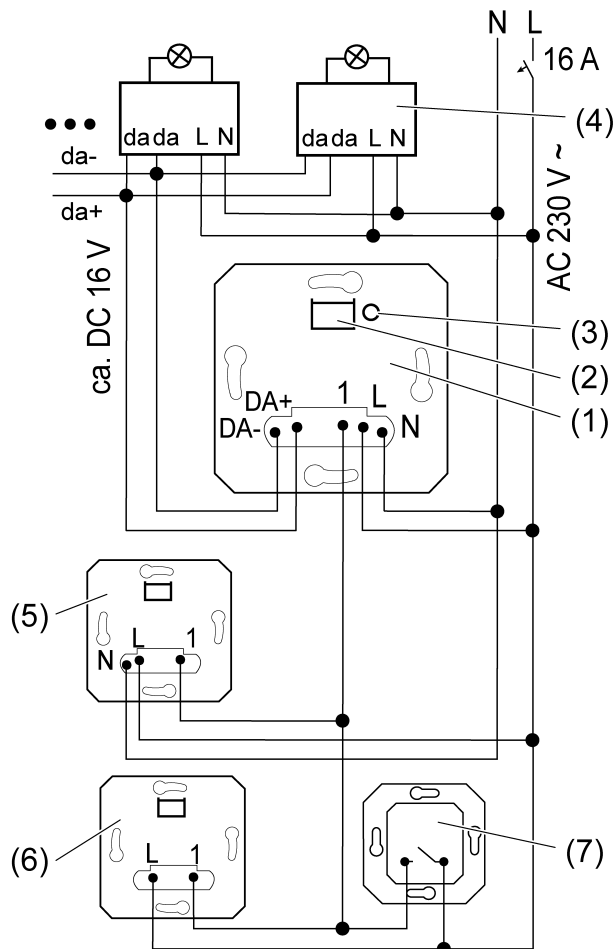

Bild 1: Anschlussplan mit optionalen Nebenstellen
- DALI-Einsatz (1) und DALI-Teilnehmer (4) gemäß Anschlussplan anschließen (Bild 1).
- i** Durch kurze Betätigung der Taste **Test** (3) kann die angeschlossene Beleuchtung auch ohne Aufsatz geschaltet werden.